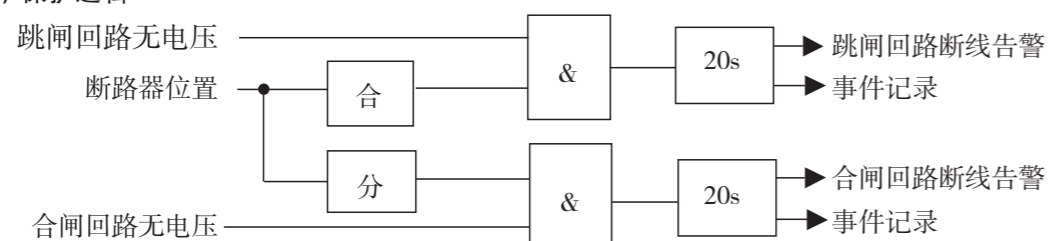

图7-5 控制回路断线告警保护逻辑框图
- YZ100-DR开关柜端子排图(附图7-5)。
附图7-5: YZ100-DR开关柜端子排图